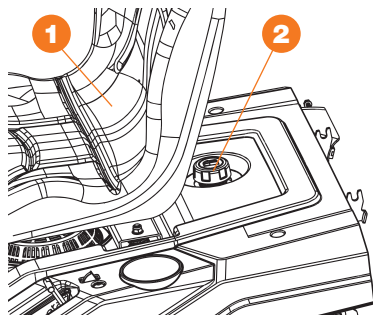

Рис. 9
- Откиньте сиденье ❶ (Рис. 9).
- Открутите крышку заливной горловины ❷ топливного бака.